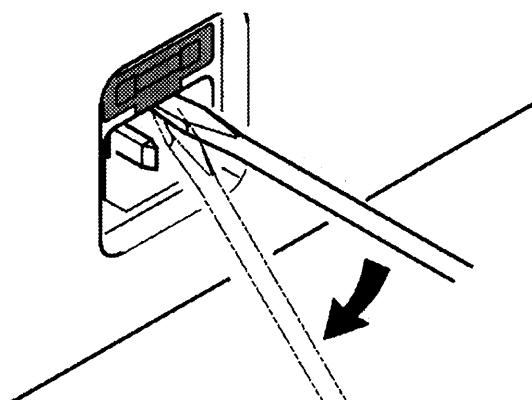

図1-2 ヒューズホルダの外し方
- ① 電源スイッチをOFF（0）にし、電源コードのプラグを抜いてください。
- ② 図1-2のように、ヒューズホルダを外します。